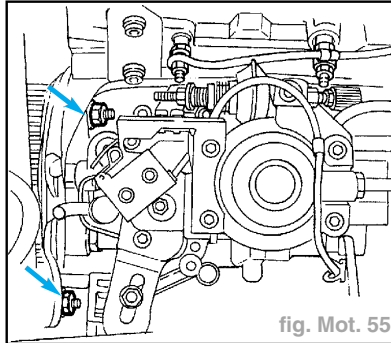

fig. Mot. 55
- Dévisser les trois écrous de fixation AV (deux sont représentés sur le schéma) (fig. Mot. 55).
- Tout en immobilisant le vilebrequin, desserrer les trois écrous de fixation AV (dont deux sont visibles sur le schéma) (fig. Mot. 55).